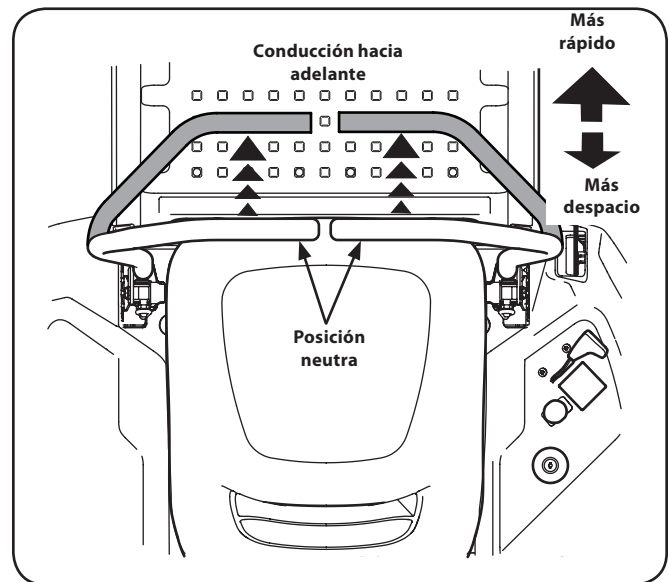

Figure 5-3
1. Mueva las palancas de control lenta y suavemente hacia adelante. El tractor comenzará a desplazarse hacia adelante. Consulte la Fig. 5-3.